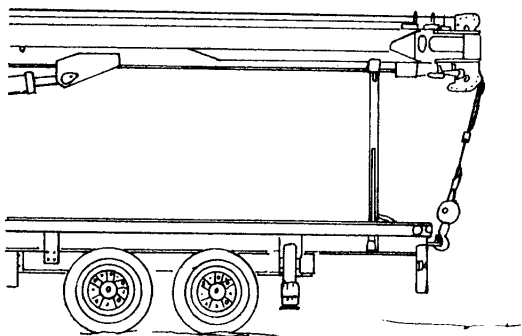

Figure 7
- Vérifier que la flèche repose bien attachée sur son support pour éviter les débatssements lors du transport (figure 7).